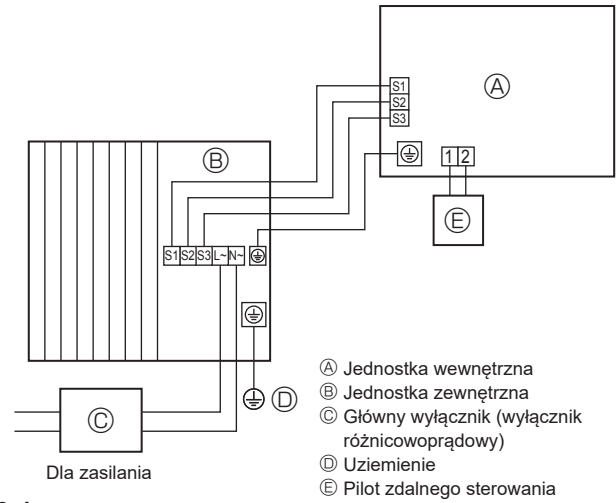
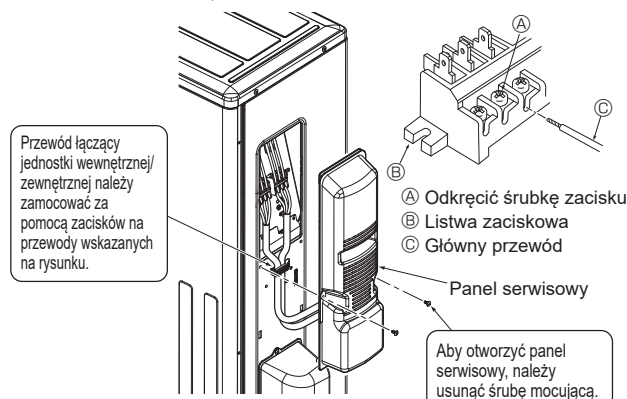

Fig. 6-1
Fig. 6-3
### 6.1. Jednostka zewnętrzna (Fig. 6-1, Fig. 6-2, Fig. 6-3)
- ① Usunąć panel serwisowy.
- ② Podłączyć przewody zgodnie z Fig. 6-1, Fig. 6-2 i Fig. 6-3.